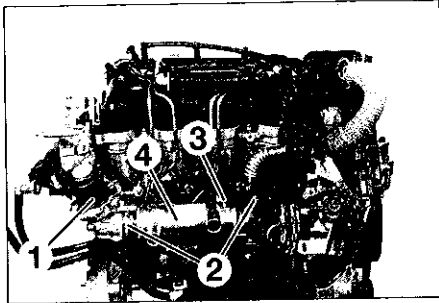

FIG. 36
- Déposer la vanne EGR (1) (Fig.36).
- Déposer les colliers (2) et la fixation (3) de l'échangeur EGR.
- Écarter l'échangeur EGR (4).